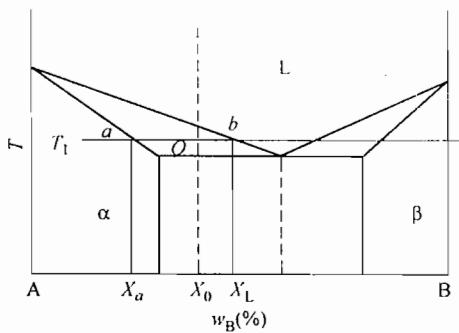

图 5-1 第三题第 3 小题图
- (1) Hall-Petch 公式 (2) 一维形式的菲克第二定律
3. (10 分) 根据图 5-1 所示, 推导在 T_1 温度下成分为 X_0 的合金在 $\alpha + L$ 两相区时, 表示两相 α 和 L 的相对量 (重量) 的杠杆定律 (图中成分均为重量百分数)。